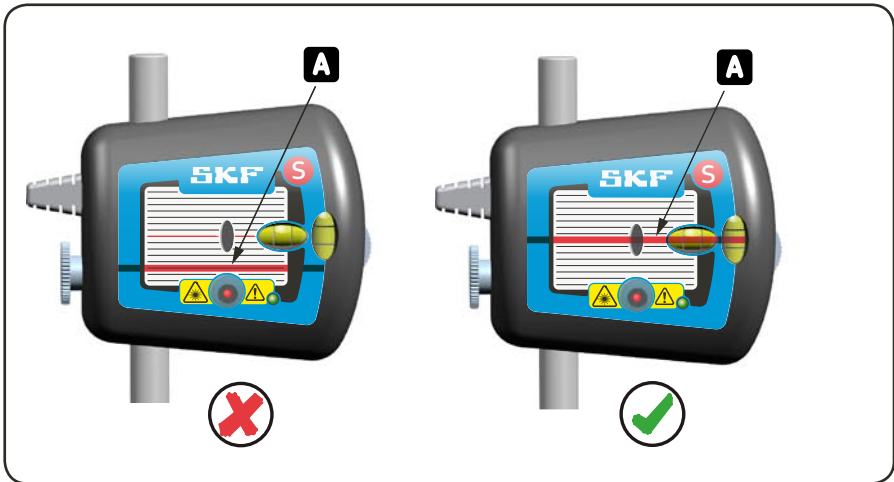

Abb. 11. Laserstrahlpositionierung
b) Richten Sie die Laserstrahlen so aus, dass diese jeweils in die Mitte der gegenüberliegenden Zielscheibe treffen. (Abb. 11).